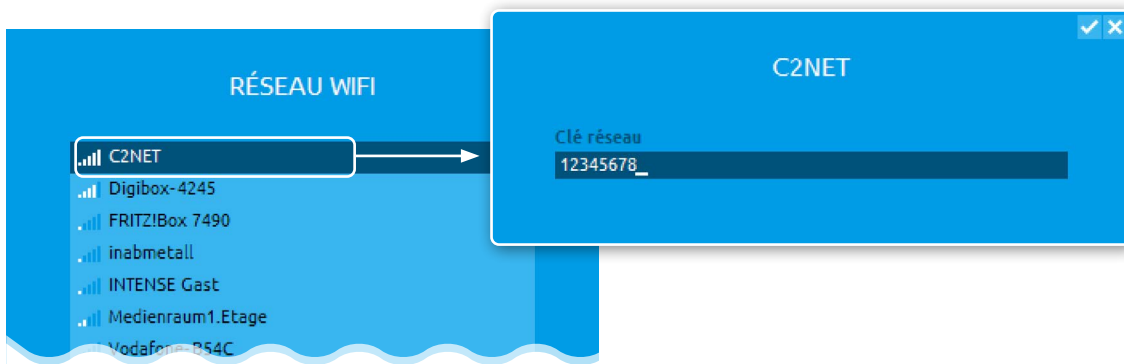

Figure 115 : Définir la clé de réseau pour le réseau sans fil C2NET
- 4 Dans la fenêtre de dialogue qui s'ouvre alors (voir figure 115) vous devez saisir la clé de réseau.